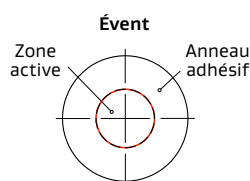

Figure 1 : zone active d'un événement adhésif
- Éviter tout contact direct avec la zone de ventilation active (fig. 1) ou de l'anneau adhésif.